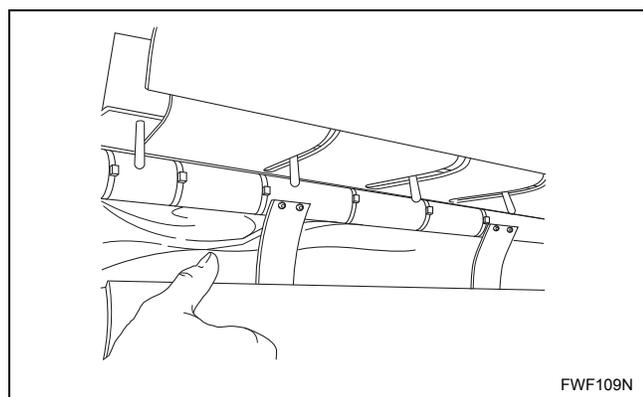

Figure 13
- a. Retirer le papier de protection placé sous la table d'entraînement. Se reporter à la *Figure 13*.